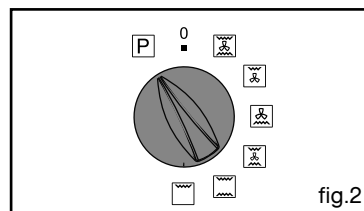

fig.2
Il suffit de positionner votre sélecteur de cuisson sur la position  "Pyrolyse" (fig.2).
- Appuyez sur la touche + ou - pour régler l'heure de fin souhaitée (fig.2).